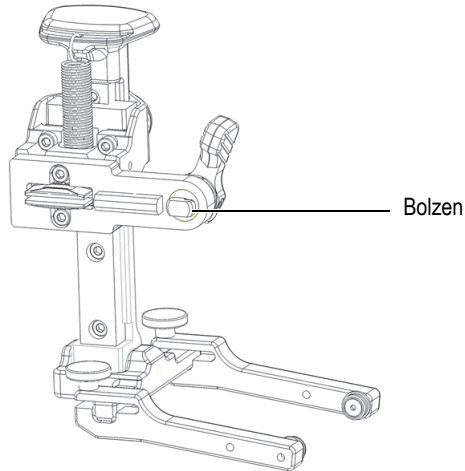

Abbildung 2-5 Horizontal ausgerichtete flache Kanten
1. Richten Sie mit dem Positionshebel die Position des Bolzens so aus, dass die flachen Kanten horizontal stehen (Abbildung 2-5 auf Seite 43).